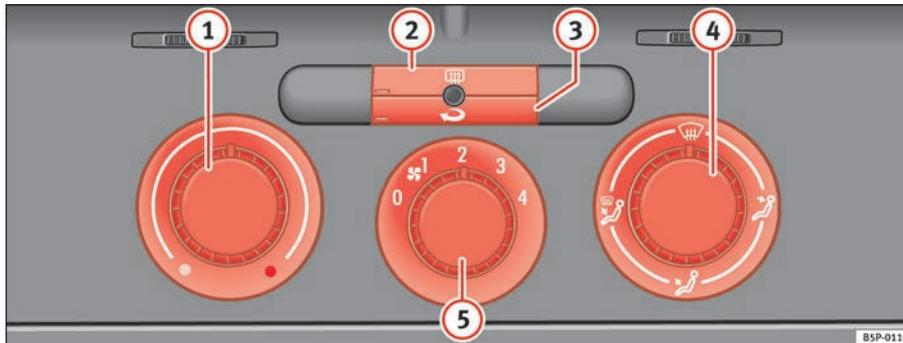

Abb. 126 In der Instrumententafel: Bedienelemente der Heizung
- Mit den Reglern ⇒ Abb. 126 **1** und **4** und mit dem Schalter **5** stellen Sie die Temperatur, die Luftverteilung und die Gebläsestufe ein.